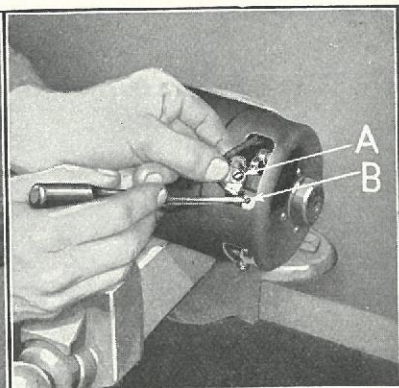

Fig. 475
- 932** Flugt Skruehullerne, Spoleledningsenderne og Børsteholderne. Anbring en Fjederskive paa Børsteholderskruen. Indsæt Skruen gennem Spoleledningerne og Børsteholderne (Fig. 475-A). Spænd Skruen i Skruehullet »B« i Børsteholderen.